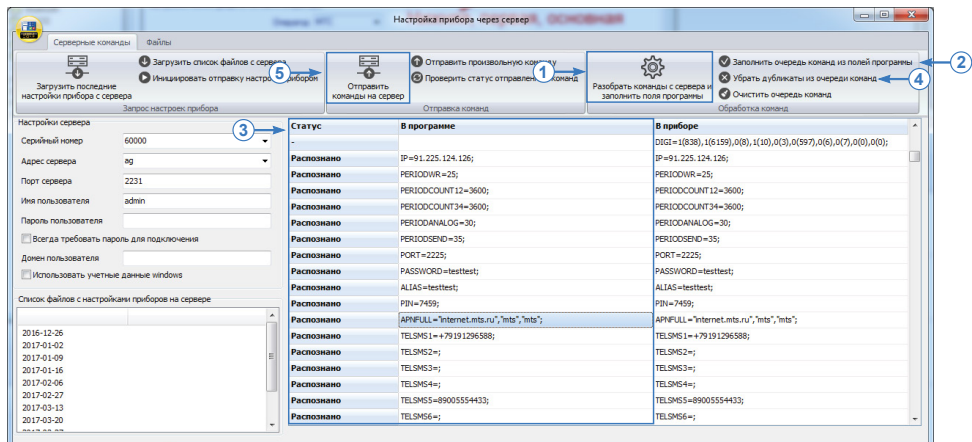

Рис.100. Отправка списка команд.
- нажать кнопку «Разобрать команды с сервера...», чтобы в полях программы появились актуальные настройки прибора (Рис.100, п.1). Данная операция занимает некоторое время;
- нажать кнопку «Заполнить очередь команд из полей программы» (Рис.100, п.2) для того, чтобы сформировать команды удаленной настройки на основе параметров, заданных в программе «AG.GSMConf». В результате программа сформирует команды для установки всех параметров прибора и отобразит их в столбце «В программе» (Рис.100, п.3); Данный
- нажать кнопку «Убрать дубликаты из очереди команд» (Рис.100, п.4) для того чтобы удалить из очереди команды, которые содержит такие же настройки, что и установленные в устройстве. Сравнение команд осуществляется по ранее запрошенным настройкам. Если настройка на отправку и настройка в приборе совпадают, то команда будет исключена из очереди;
- нажать кнопку «Отправить команды на сервер» (Рис.100, п.5);